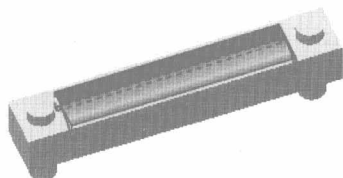
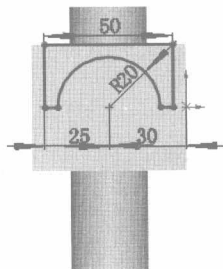

图 1.7 (切除)拉伸 3
图 1.8 横断面草图
Step4 添加图 1.7 所示的零件特征——(切除)拉伸 3。
(1) 选择命令。选择下拉菜单 **插入(I)** → **切除(C)** →  **拉伸(E)...** 命令。
(2) 定义特征的横断面草图。
① 定义草图基准面。选取右视基准面为草图基准面。
② 定义横断面草图。在草图绘制环境中绘制图 1.8 所示的横断面草图。
③ 选择下拉菜单 **插入(I)** →  **退出草图** 命令，完成横断面草图的创建。